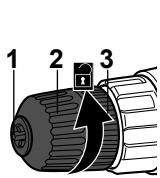

Fig. 1
- Fixer le mandrin sans clé (3) en position et tournez le manchon du mandrin (2) dans le sens anti-horaire jusqu'à ce que les mâchoires de l'étau (1) ouvrir assez large pour y insérer la mèche (Fig. 1).